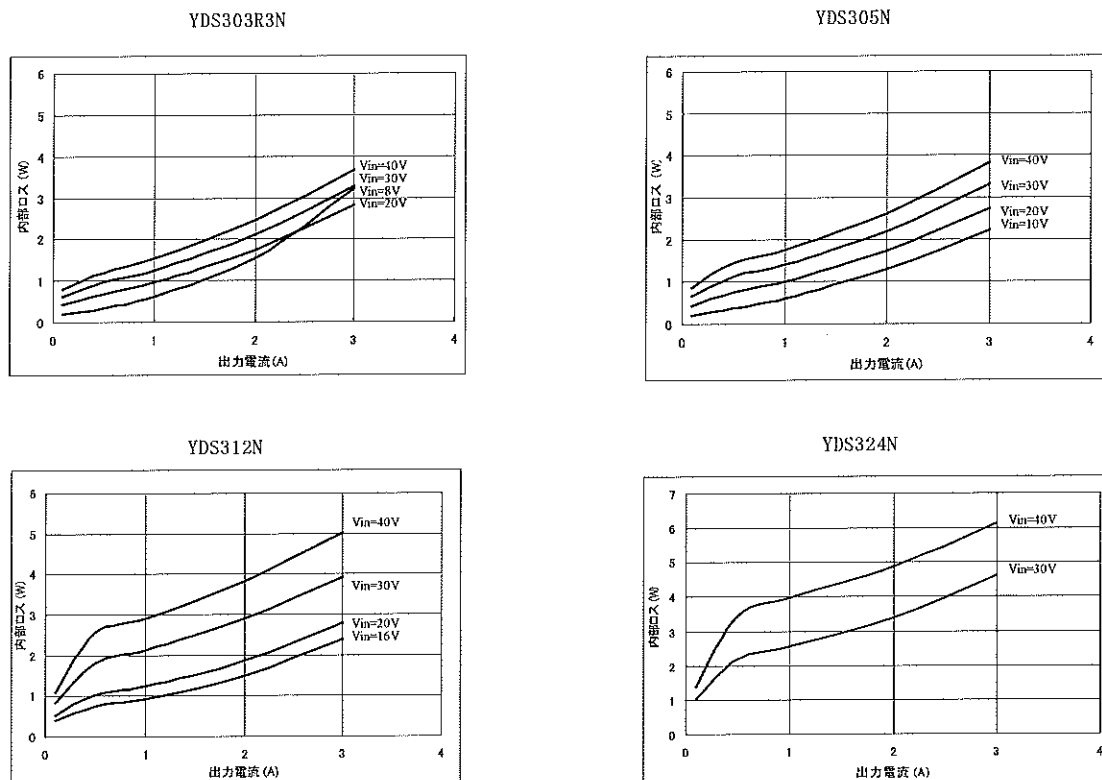

図6. 内部ロス曲線 ($T_a = 25^\circ\text{C}$ 代表例)
②. 内部ロス曲線を使った求め方
- 図6の「内部ロス曲線」からb)の条件に近い動作点における内部ロスを求めます。